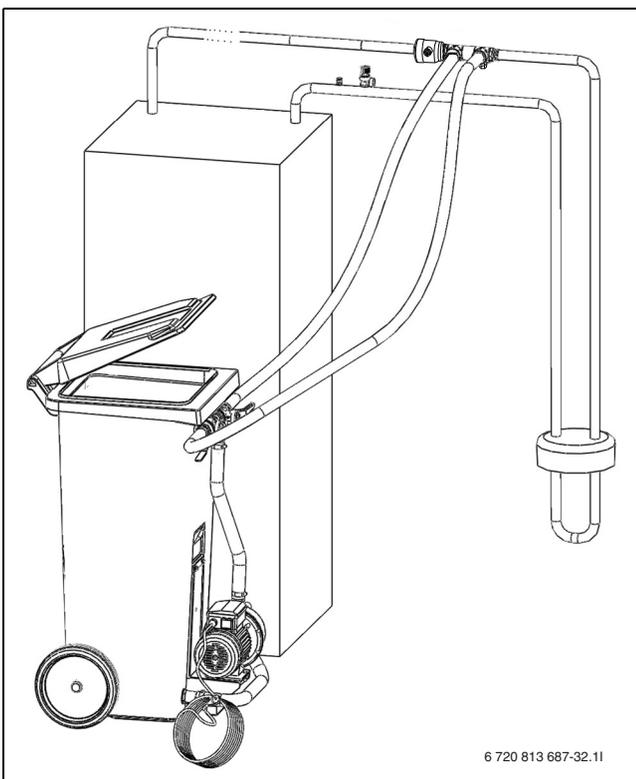

Рис. 13 Заполнение через станцию
- ▶ Подсоедините два шланга к заполняющей станции и заполняющему устройству (→ рис. 13).